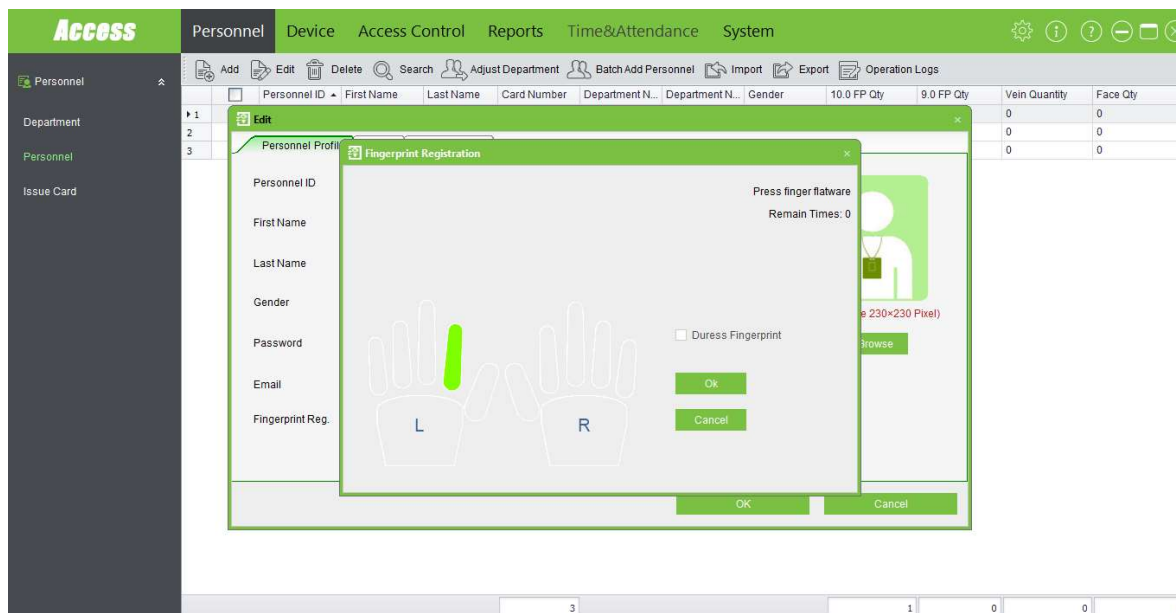

Figura 24 - Adicionar impressão digital
- 2- Caso a impressão digital do utilizador seja adicionada correctamente no software o dedo seleccionado mudará para cor verde (**Figura 24**), poderá adicionar quantos dedos desejar do mesmo utilizador (aconselhado a adicionar no mínimo 2 dedos).